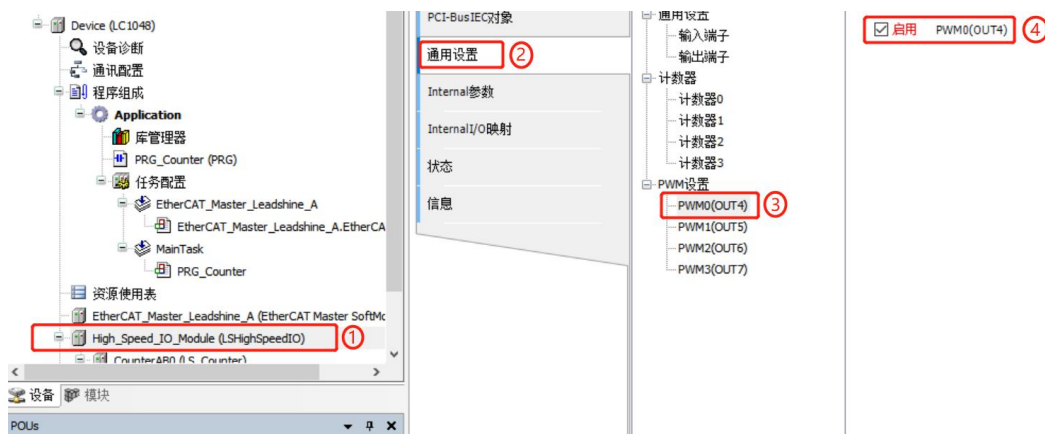

图 10.27 PWM 输出
4) 在 LeadSys Studio 软件界面选择所使用的 PWM 输出，本例选择 PWM0，如图 10.27 所示。